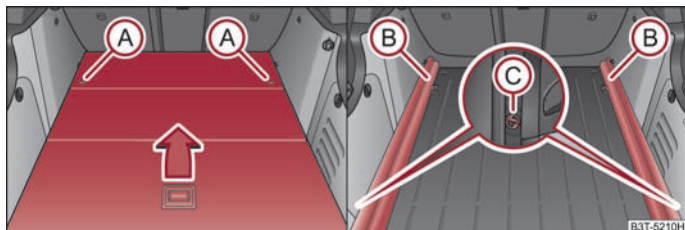

Abb. 87 Kofferraum: Variablen Ladeboden ausbauen / Tragschienen ausbauen
- Entriegeln Sie den variablen Ladeboden durch Drehen der Sicherungsösen (A) ⇒ Abb. 87 nach links um ca. 90°.
- Entriegeln Sie die Tragschienen (B) durch Drehen der Aufsteck-Befestigungsösen (C) nach rechts um ca. 90°.